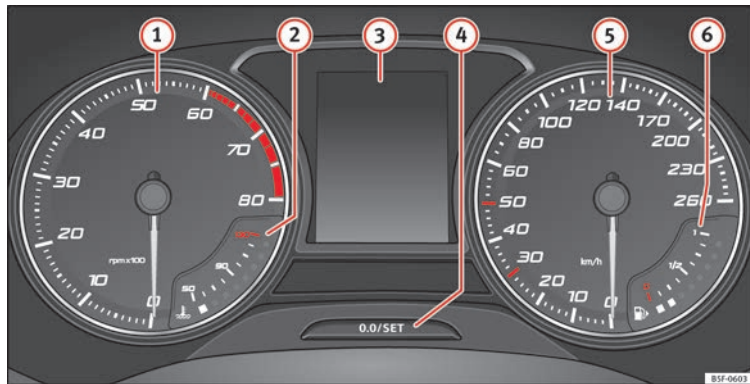

Fig. 111 Painel de instrumentos no painel de bordo.
» **Fig. 111:**
O conta-rotações mostra o regime de rotações do motor por minuto » **Fig. 111 ①**.
O ponteiro do conta-rotações ① » **Fig. 111** só deverá atingir a zona vermelha durante um curto período de tempo, caso contrário existe o risco de causar danos no motor.
Ao ligar a ignição pode visualizar-se no ecrã do painel de instrumentos » **Fig. 111 ③** informação diversa, em função do equipamento do veículo:
- Pressione brevemente o botão » **Fig. 111** ④ para repor o conta-quilómetros parcial a 0.
- Mantenha pressionado o botão ④ durante 3 segundos e visualizará o valor anterior.
- Para ajustar a hora, mantenha pressionado o botão » **Fig. 111** ④ durante mais de 3 segundos para seleccionar o indicador de horas ou de minutos.
- Para prosseguir a configuração, pressione a parte superior ou inferior do botão ④. Para que os números se sucedam rapidamente, manter o botão pressionado.
- Pressione novamente o botão ④ para finalizar a configuração da hora.
Mantenha pressionado o botão » **Fig. 111** ④ durante mais de 15 segundos para visualizar as letras de identificação do motor (MKB) do veículo. Para isso, a ignição deve estar ligada e o motor desligado.